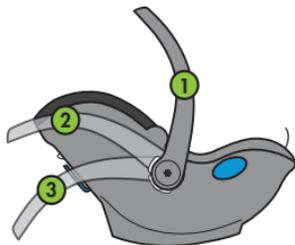

Figure 25
La poignée de transport a trois positions de réglage, illustrées à la **Figure 25** : Droite (1), rangement (2), au sol (3).